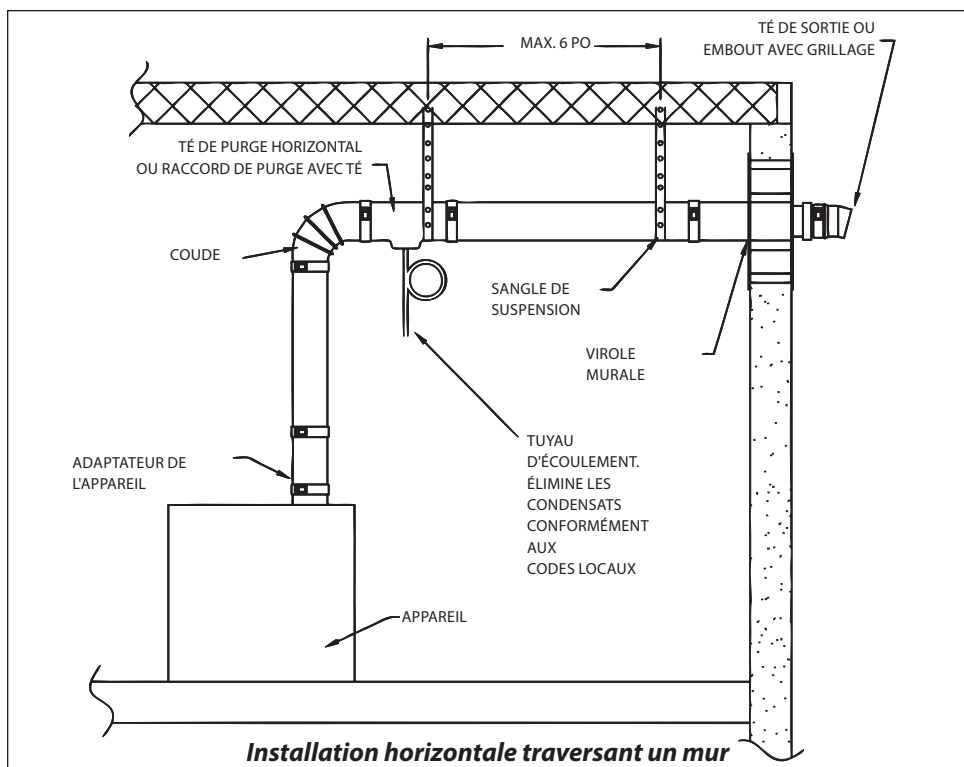

Figure 3
• Pour une installation horizontale typique traversant un mur, se reporter à la **Figure 3**. Dans le cas d'une évacuation par un mur latéral, veiller à placer l'extrémité du système au minimum 12 po (0,3 m) au-dessus du sol et au-dessus de la limite de neige au sol, dans les zones géographiques où la neige s'accumule. La sortie ne doit jamais être obstruée par de la neige ou de la glace.